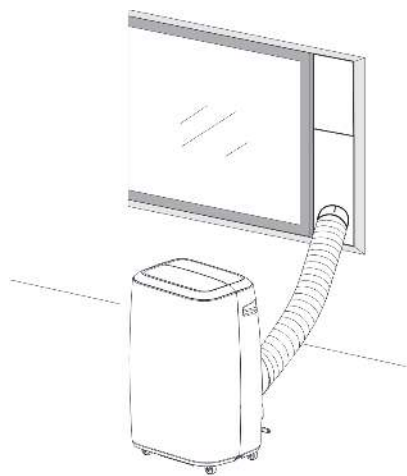
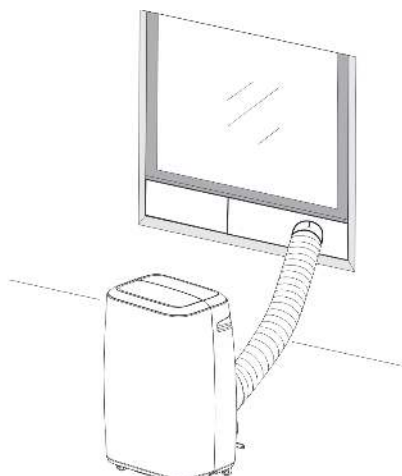

Fig. 5
Fig. 5a
2. Come indicato in Fig. 5 e Fig. 5a, installare il tubo di scarico e regolare bene la posizione della finestra.